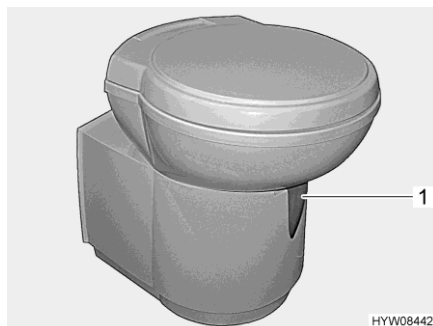

Fig. 108 WC Thetford (orientable)
- Avant d'actionner la chasse d'eau, ouvrir le curseur des toilettes Thetford. Pousser pour cela le levier du curseur (Fig. 108,1) dans le sens inverse des aiguilles d'une montre.